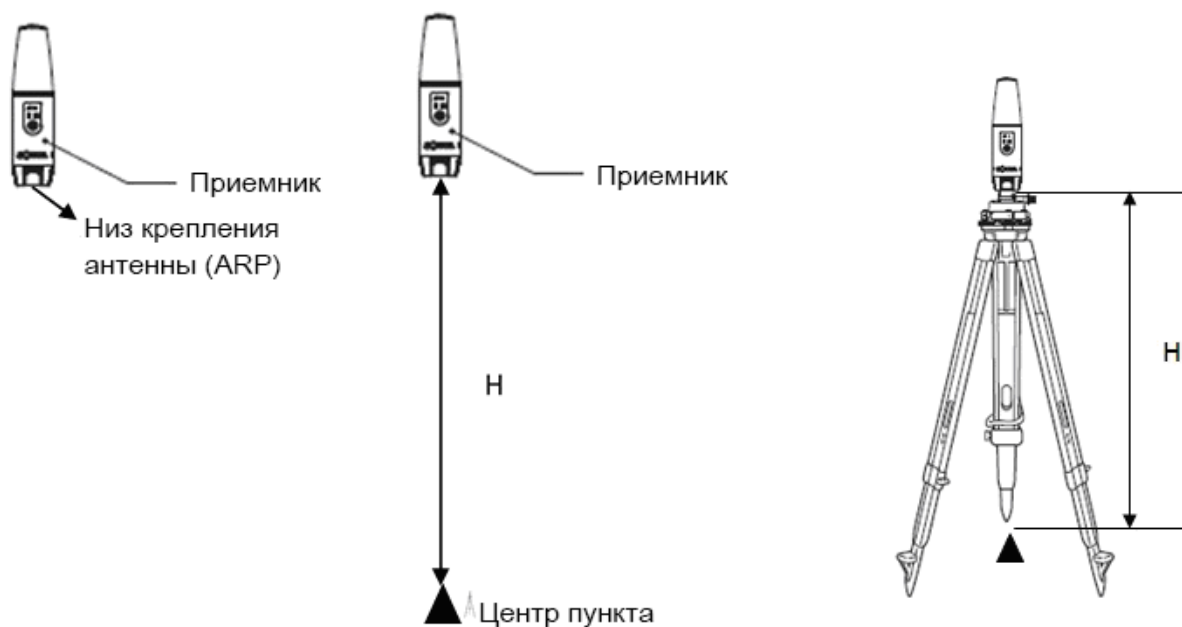

Рис. 24: Измерение точной высоты антенны
- измеренное расстояние (высоту) между нижней частью приёмника и центром наблюдаемого пункта (Рис. 24)
Для вычисления координат фазового центра антенны приёмника программному обеспечению компании Торсоп требуется только значение измеренной высоты (H). Для определения точной высоты антенны рекомендуется использовать вертикальный метод измерения, указанный на Рис. 24.